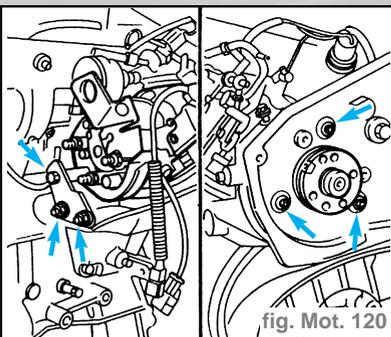

fig. Mot. 120
- Déposer la pompe d'injection en manoeuvrant les fixations indiquées ci-dessous (fig. Mot. 120).